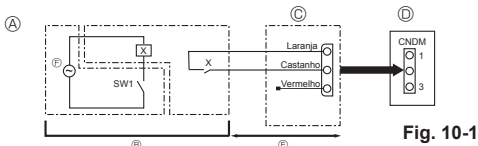

Fig. 10-1
10.1. Modo de baixo nível de ruído (modificação no local) (Fig. 10-1)